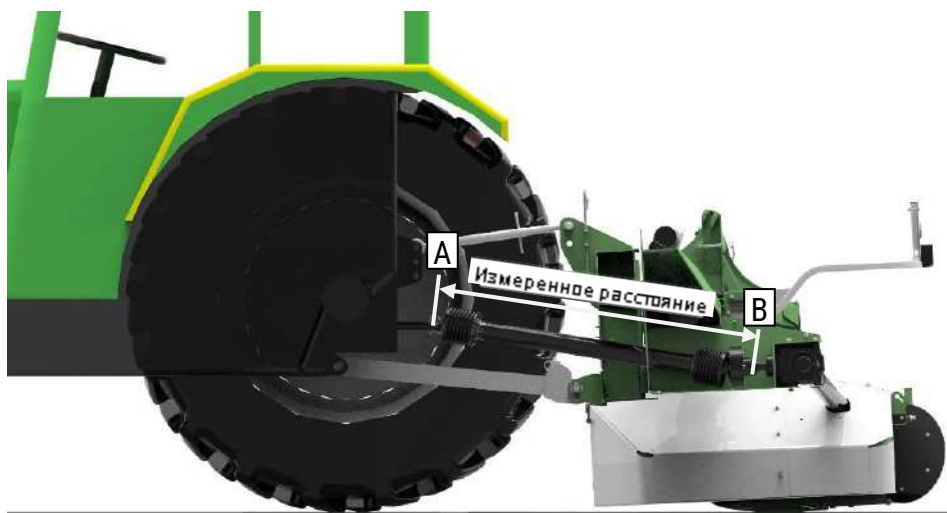
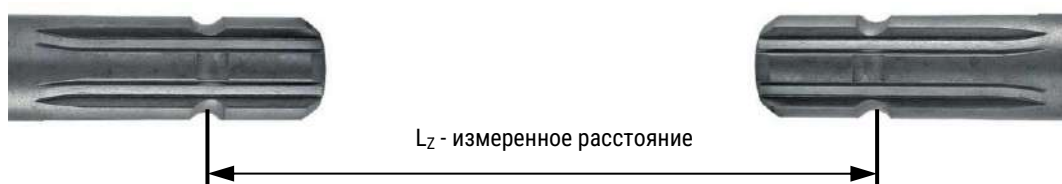

Рис. 12. Расстояние от ВОМ трактора до ведущего вала машины
Рис. 13. Правильное измерение расстояния
- измерить расстояние между валами так, как показано на **Рис. 12 - Рис. 13**,